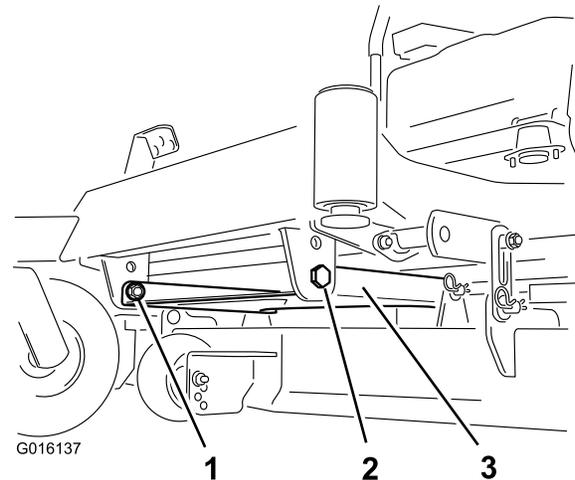

Figura 1
1. Si la máquina tienen una chapa de suelo en la carcasa de corte, retire las 2 tuercas y pernos que sujetan la parte delantera de la chapa de suelo a la máquina (Figura 1). Asegúrese de instalar la chapa después de sujetar los pesos.
4. Si la máquina tiene una chapa de suelo en la carcasa de corte, instale la chapa de suelo de la carcasa de corte en la máquina (Figura 1).